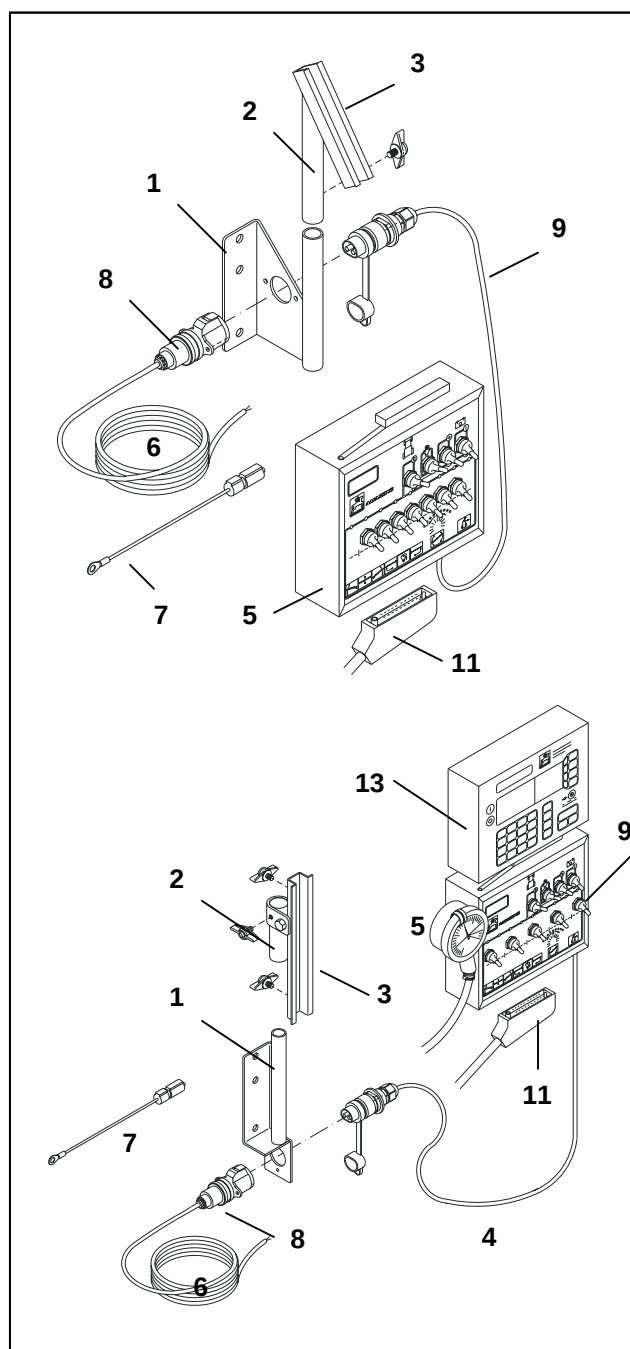

Fig. 4.1
- Den 3-polede stikdåse (fig. 4.1/ 8) fastgøres direkte til grund konsollet (fig. 4.1/ 1).